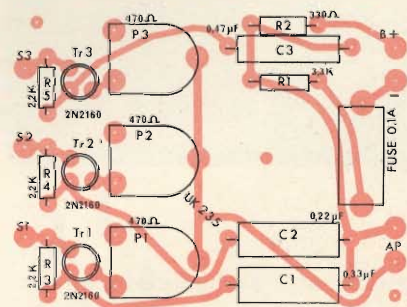

Fig. 2 - Serigrafia del circuito stampato.
- Inserire e saldare i terminali dei tre potenziometri P1, P2 e P3, da 470 Ω ciascuno, attenendosi, per quanto concerne la loro posizione, a quanto indicato in fig. 2.
- Inserire e saldare i tre zoccoli porta transistori che dovranno essere avvicinati il più possibile alla piastrina del circuito stampato - fig. 2.